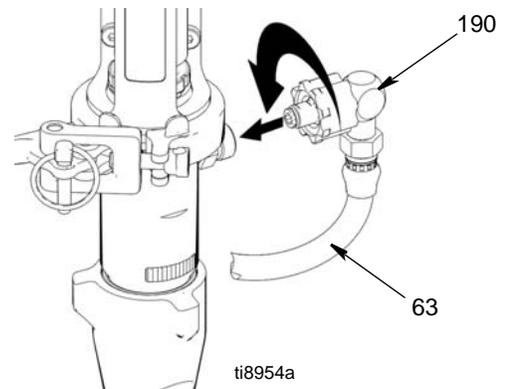

FIG. 26
7. (Fig. 26) Ouvrir le collier de serrage et aligner la sortie de pompe sur le raccord (190) du flexible. Placer le raccord (190) du flexible de peinture et le flexible de peinture (63) sur le raccord de la pompe, fermer le collier de serrage.